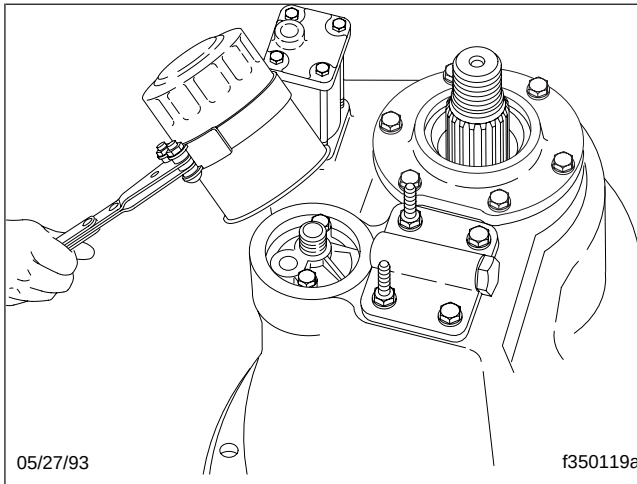

Fig. 1, Retrait du filtre à huile de l'essieu Meritor
3. Si l'essieu est équipé d'une pompe à huile, retirez son filtre à huile. Utilisez une clé à sangle de filtre appropriée. Voir la **figure 1**. Jetez le filtre usé.